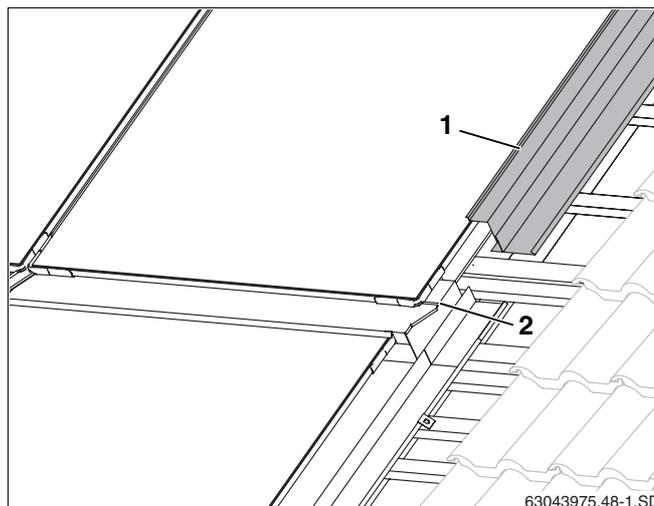

Fig. 54 Lamiera di copertura laterale, serie superiore
- Montare le lamiere di copertura laterali superiori (fig. 54, **pos. 1**) come le inferiori (capitolo 10.2 "Lamiere di copertura laterali").
- Far scivolare le lamiere di copertura laterali sopra le pieghe delle lamiere di copertura centrali (fig. 54, **pos. 2**).